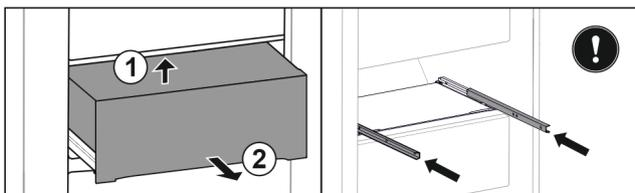

Fig. 29 \*
- ▶ Поднимите выдвижной ящик сзади снизу Fig. 29 (1)\*
- ▶ Извлеките движением вперед Fig. 29 (2)\*